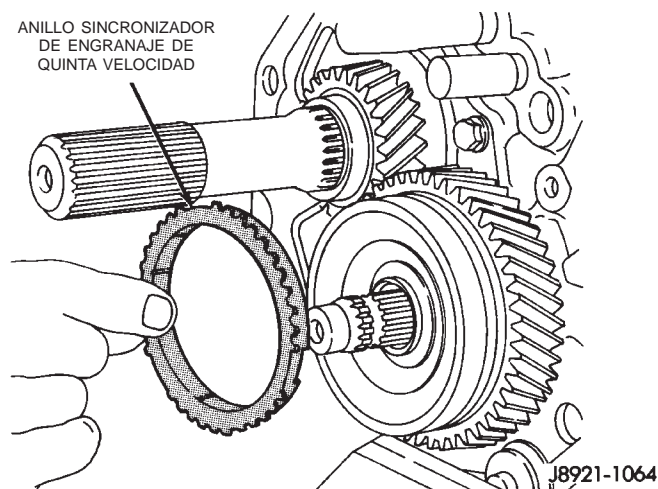

Fig. 57 Desmontaje de anillo sincronizador de engranaje de quinta velocidad
(9) Retire el anillo sincronizador del engranaje de quinta velocidad (Fig. 57).